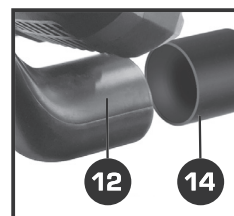

Figura 12
- Una vez instalado el accesorio conecte la manguera aspiradora en la salida del mismo (figura 12). **NOTA:** dependiendo del diámetro de la manguera aspiradora, puede que sea necesario colocar el adaptador **(14)**.